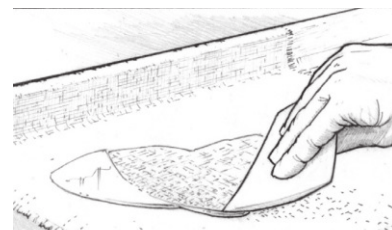

图24 使用塑料材质的涂抹器将环氧树脂涂抹至织物的表面。
5. 用塑料材质的涂抹用具将环氧树脂涂在织物表面，轻轻地将环氧树脂从池水移至干燥区域（图24）。使用泡沫辊或刷子浸湿垂直面上的织物。适当浸湿的织物是透明的。白色区域表明：织物是干燥的。如果您将织物涂抹在多孔表面，请确保留下的环氧树脂，足够多孔表面下方的织物和表面吸收。尝试控制你的清洗量。表面加工得越“湿”，会有越多的微小气泡悬浮在环氧树脂中。如果您打算使用清漆罩面，这一点尤其重要。您可以使用滚筒或刷子将环氧树脂涂在水平表面和垂直表面上。